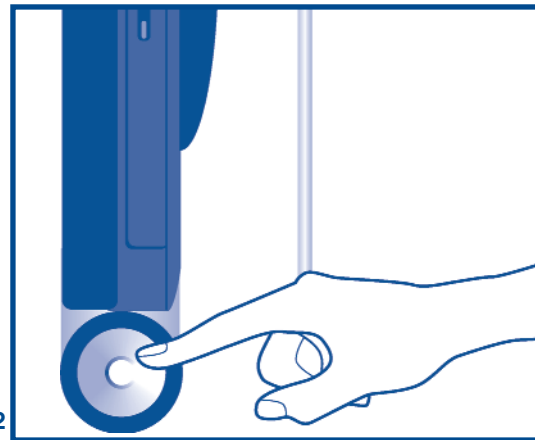

рис.2
5. Для включения питания системного блока нажмите кнопку POWER (**см. рис. 2**). При нажатии старайтесь не прикладывать чрезмерных усилий. При правильном включении электропитания должен засветиться индикатор питания.